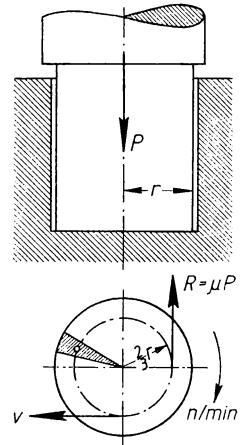

Bild 243
**372.** Ein Spurzapfen oder Stützzapfen, in Richtung seiner Längsachse mit  $P \text{ kg}$  belastet (Bild 243), macht  $n \text{ U/min}$ . Wie groß ist das der Drehung widerstehende Reibungsmoment und die Verlustleistung infolge der Reibung **a)** bei einem neuen Zapfen? **b)** bei einem eingelaufenen Zapfen?
**Lösung:** Bei einem neuen, ebenen Zapfen verteilt sich der Druck gleichmäßig über die tragende Kreisfläche. Denkt man sich letztere durch radiale Strahlen in Sektordreiecke zerlegt (Bild 243, Grundriß), so liegt der Druckmittelpunkt jedes Dreiecks in dessen Schwerpunkt, d. h. im Abstände  $\frac{2}{3}r$  vom Mittelpunkt. Ebendort greift dann auch der Reibungswiderstand  $R = \mu P$  an. Das Reibungsmoment ist demnach  $M = \mu P \cdot \frac{2}{3}r$ . Die Verlustleistung ist  $N = \frac{Rv}{75}$ , wobei  $v$  die Drehgeschwindigkeit auf dem Kreise vom Halbmesser  $\frac{2}{3}r$  bedeutet.